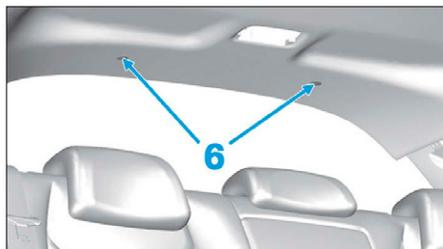

FIG. 53
- Pivoter les fixations (6) d'un quart de tour pour les déposer (Fig.53).